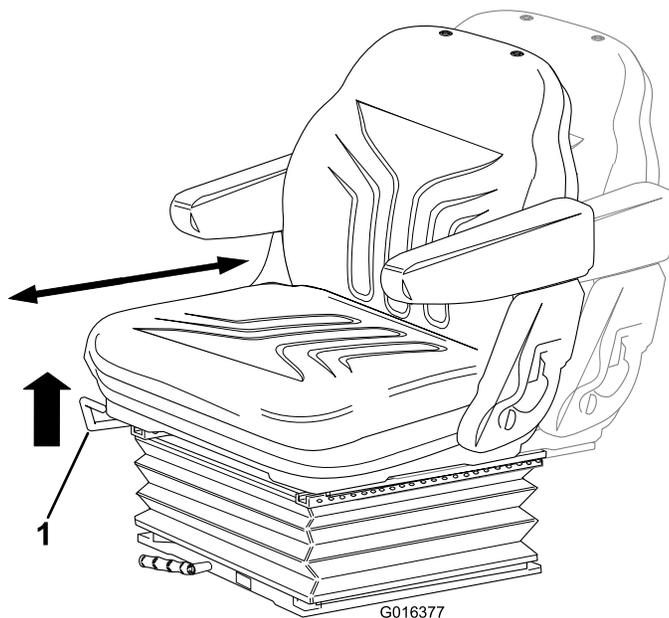

Figura 11
- **Ajuste hacia adelante/atrás:** Mueva la palanca hacia arriba para ajustar el movimiento hacia adelante y hacia atrás del asiento. Suelte la palanca para bloquear la posición del asiento (Figura 11).